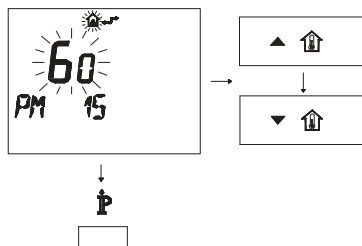

Рисунок 5.26
- Изменяйте заданное значение посредством кнопки ▲ ⏏ или ▼ ⏏ до появления заданного значения 60, подождите, пока заданная цифра не начнет мигать (Рисунок 5.26).